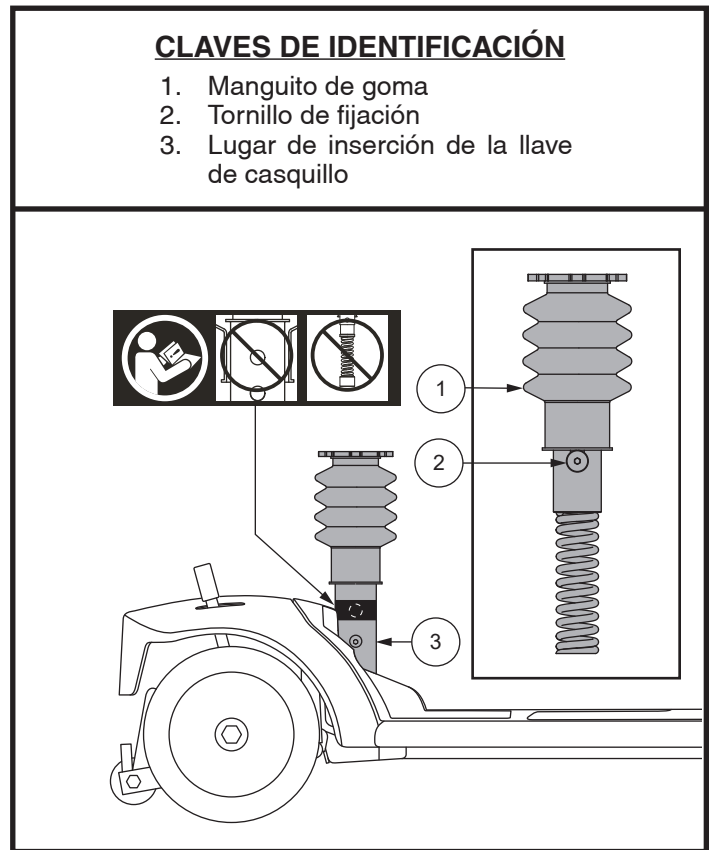

Figura 13. Ajuste de la suspensión del asiento
2. Retire la tija superior del asiento del vehículo quitando el perno con tope de la parte inferior de la tija del asiento y luego levantando la tija hacia arriba y sacándola del vehículo. **Ver figura 13.**